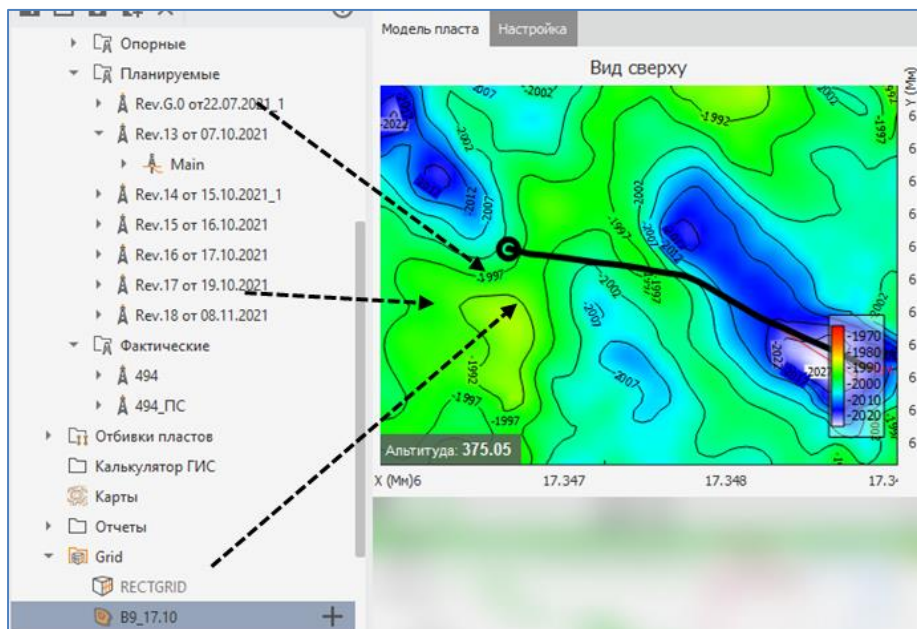

Рисунок 8. Отображение поверхности, скважин, маркеров на виде сверху
- 9) Чтобы отобразить структурную поверхность, скважину, маркеры в проекции ХУ, перетащите соответствующие объекты из дерева проекта в область «Вид сверху» (Рисунок 8).